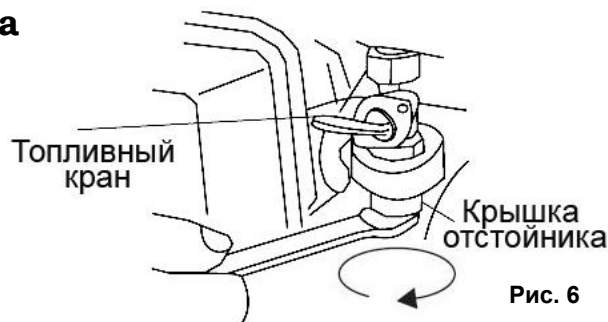

Рис. 6
- Отверните болт крышки отстойника, расположенные снизу топливного крана при помощи гаечного ключа (См. Рис.6).